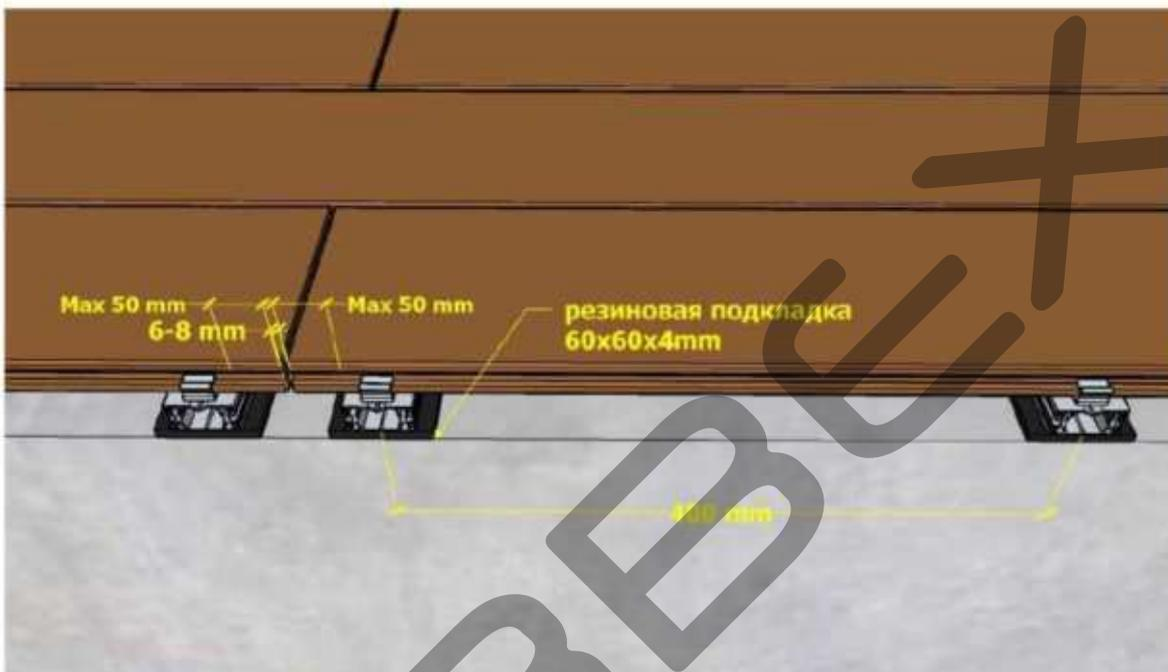

Рис.4
1. На ровное бетонное основание укладывают лаги из специального алюминиевого профиля с шагом не более 400 мм по центрам в направлении перпендикулярном направлению укладки доски (рис.1). В месте стыков торцов досок, лаги располагаются с каждой стороны от стыка на расстоянии не более 50 мм (рис.4).